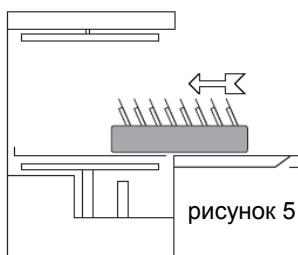

рисунок 5
- Поместите в машину корзину с посудой. Обратите внимание на то, чтобы тарелки располагались правильно (см. рис. 5).